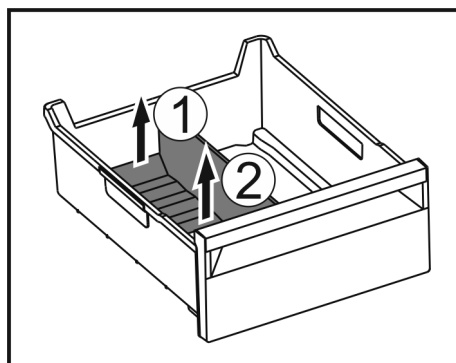

Fig. 176
- Podignite stražnji dio pregrade ladice za led. Fig. 176 (1)
- Izvadite pregradu ladice za led prema gore. Fig. 176 (2)